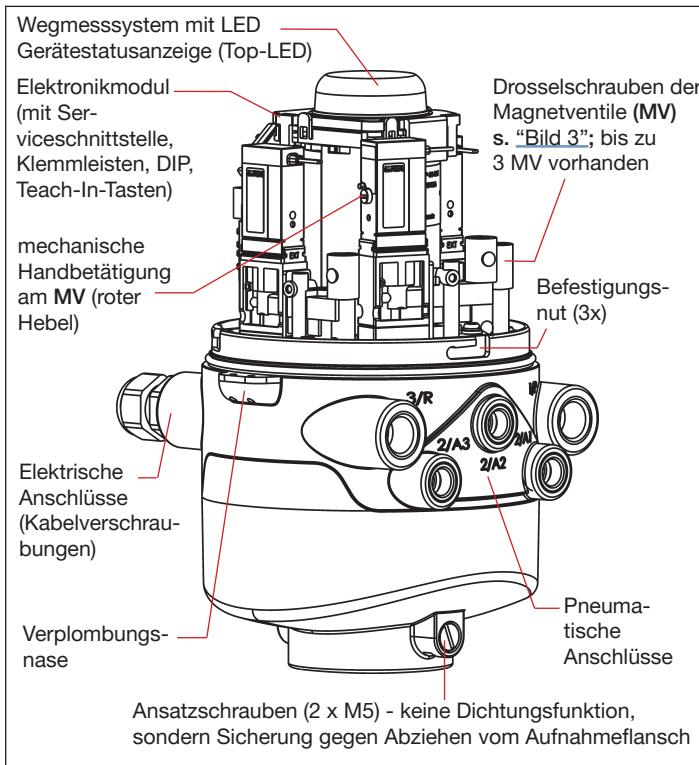

Bild 1: Aufbau
- Steuerkopf mit den zwei Sicherungsschrauben (Ansatzschrauben M5, Anzugsdrehmoment max. 3,2 Nm) in der mittleren Nut des Aufnahmeflansches gegen unbeabsichtigtes Abziehen sichern (keine Fixierung! – siehe „Bild 1“ bzw. Bedienungsanleitung, Kapitel „Montage“).